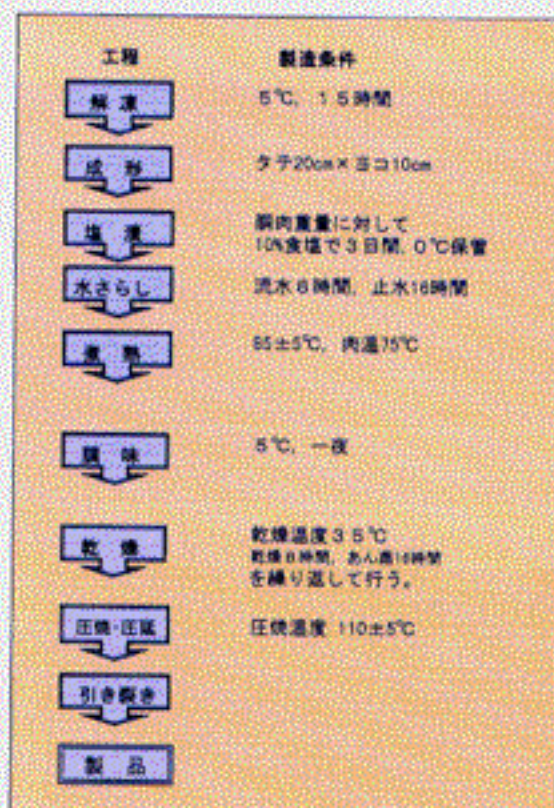

図3 裂きいか製造マニュアル
- ③ 異味成分の低減化技術を製造工程に取り入れた裂きいか製造マニュアルを作成した（図3）
- ④ この製造マニュアルにより、異味のないアカイカと同程度の品質の裂きいかを製造できた（写真1）。